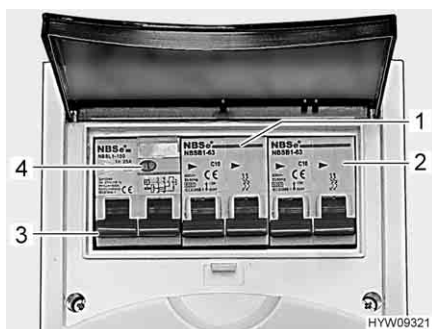

Fig. 79 Interruttore di sicurezza e interruttore automatico FI (scatola dei fusibili a 230 V)
Un interruttore di sicurezza per correnti di guasto (interruttore automatico FI) (Fig. 79,3) nella scatola dei fusibili protegge l'intero veicolo da correnti di guasto (30 mA).
L'interruttore di sicurezza collegato in serie (10 A) (Fig. 79,1) protegge le prese da 230 V, l'apparecchio per l'alimentazione elettrica, l'apparecchio per l'alimentazione elettrica supplementare e il frigorifero.
Per veicoli con accessori opzionali, p. es. l'impianto di climatizzazione, un ulteriore interruttore di sicurezza (16 A) (Fig. 79,2) protegge l'apparecchio.
- Se il veicolo è collegato all'alimentazione a 230 V, premere il tasto di controllo (Fig. 79,4). L'interruttore di sicurezza per correnti di guasto (FI) deve scattare.